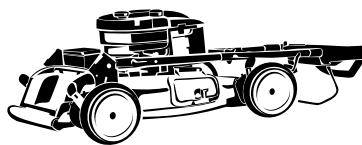

Figure 5
3. Rabattez le guidon en arrière (comme illustré) jusqu'à ce qu'il s'enclenche en position (Figure 5).